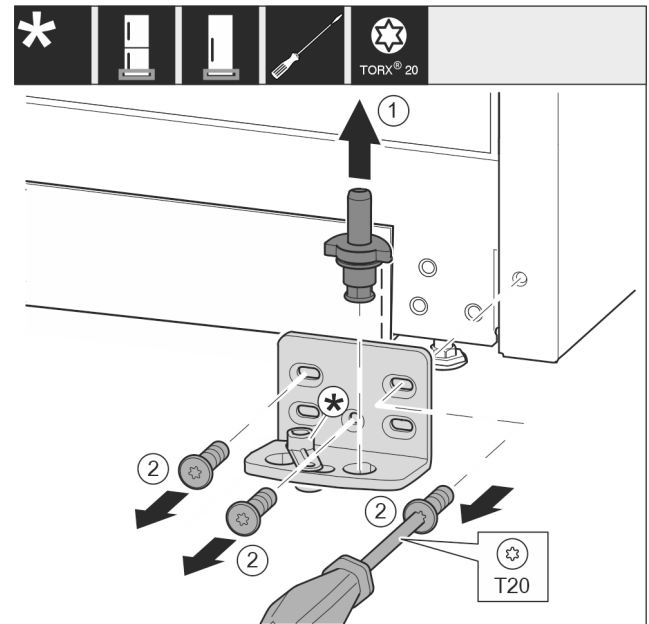

Fig. 12
- ▶ Lagerbolzen komplett nach oben herausziehen. Fig. 12 (1)
- ▶ Schrauben mit Schraubendreher T20 herausdrehen und Lagerbock abnehmen. Fig. 12 (2)